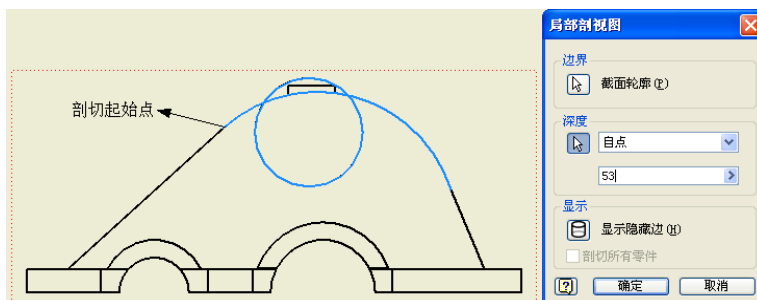

图 12-42 “局部剖视图”对话框
② 单击【放置视图】标签栏【创建】面板上的【局部剖视图】工具按钮,打开如图 12-42 中所示的【局部剖视图】对话框,选择在草图中绘制的圆形作为截面轮廓,选择图 12-42 所示的